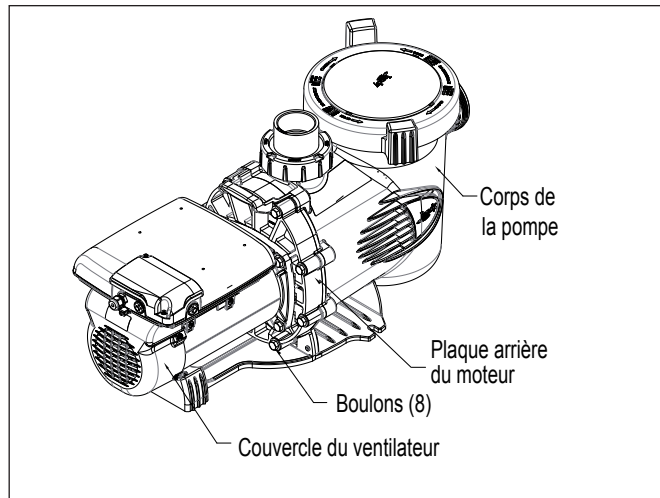

Figure 11. Retirer le corps de la pompe, Regal Beloit
3. À l'aide d'une clé de 14 mm (9/16 po), desserrer les boulons connectant le corps de la pompe à la plaque arrière du moteur. Voir le figure 11.